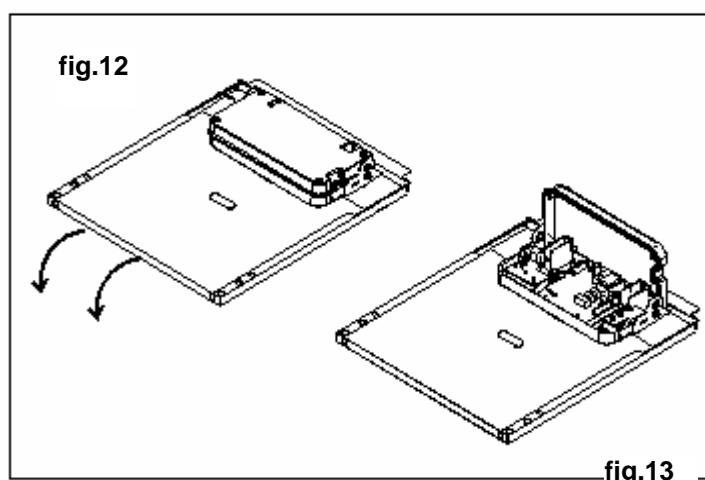

fig.13
- Ôter le capot en dévissant les quatre vis du capot du tableau de commande (fig.13).